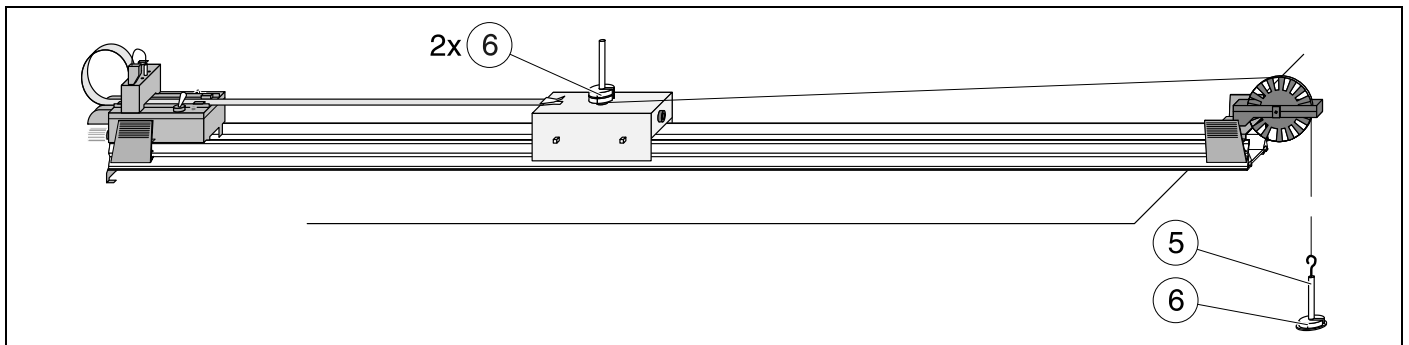

Fig. 2
- ① Douilles de 4 mm (une sur la face avant, une autre sur la face arrière) pour enficher le ressort et la butée (337 03)
- ② Support enfichable pour masses fendues ⑥ (de 337 04) et pour masse additionnelle ⑦ (337 05)
- ③ Pince de fixation pour papier d'enregistrement métallisé (337 39 ou 337 18)
- ④ Coussinets à vis (sur les deux axes) pour régler le frottement des paliers (cf. paragraphe 4).
- ⑤, ⑥ Jeu de masses d'entraînement (337 04)
- ⑤ Plateau support, poids $5,2 \text{ g} \pm 0,1 \text{ g}$, pour accélérer le chariot par une force de $0,05 \text{ N}$ (voir fig. 2)
- ① Casquillos de 4 mm (1 para el frente y otro para el dorso) para enchufar el muelle y amortiguador (337 03)
- ② Soporte para colocar pesas ranuradas ⑥ (del 337 04) y para peso adicional ⑦ (337 05)
- ③ Pinza de sujeción para el papel registrador metalizado (337 39 ó bien del 337 18)
- ④ Tornillos del cojinete (en ambos ejes de ruedas) para reajustar la fricción de los cojinetes (véase la sección 4)
- ⑤, ⑥ Juego de pesas de impulsión (337 04)
- ⑤ Pesa-disco, pesa de $5,2 \text{ g} \pm 0,1 \text{ g}$, para acelerar el carro mediante una fuerza de $0,05 \text{ N}$ (véase la fig. 2)
- ⑥ Masses fendues (3x), poids 5 g ± 0,1 g, enchifables sur ② pour augmenter la masse du chariot à 90 g, 95 g ou 100 g et, en association avec ⑤, pour augmenter la force d'accélération de 0,1 N, 0,15 N et 0,2 N.
- ⑦ Masse additionnelle, 100 g, enchifable sur ②.
- ⑥ Pesas ranuradas (3x), pesas de 5 g ± 0,1 g, enchufables en ② para aumentar el peso del carro hasta 90 g, 95 g ó 100 g y para aumentar la fuerza de aceleración a 0,1 N, 0,15 N y 0,2 N junto con ⑤.
- ⑦ Pesa suplementaria, 100 g, calable en ②.